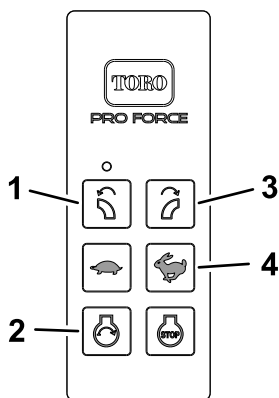

Рисунок 18
1. Нажмите кнопку Пуск (Рисунок 18) на ручном пульте дистанционного управления.